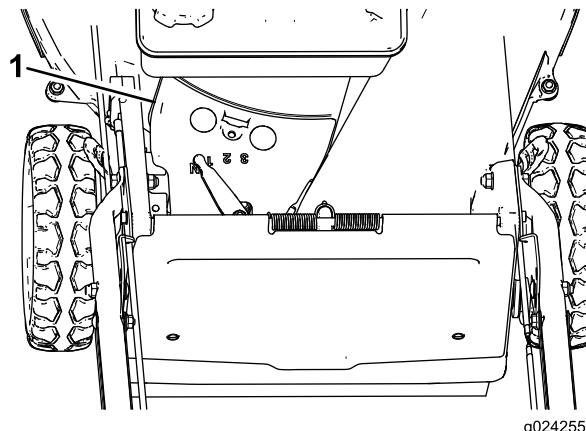

Figure 34
- Déposez le couvercle de courroie (Figure 34) du carter du plateau de coupe.